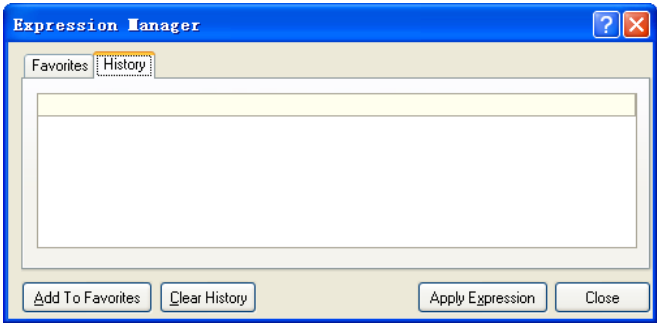

图 6-20 过滤器历史记录对话框
- “History (历史)”按钮：用于显示并载入曾经设置过的过滤器，可以大大提高搜索效率。单击该按钮，系统将弹出如图 6-20 所示的过滤器历史记录对话框，选中其中一个记录后，单击即可实现过滤器的加载。单击“Add To Favorites (添加到收藏)”按钮可以将历史记录过滤器添加到收藏夹。